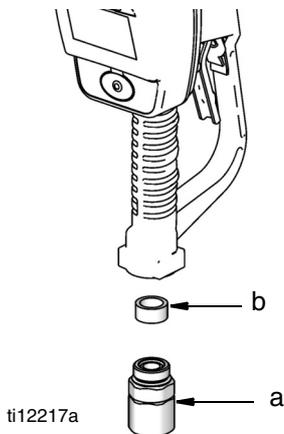

FIG. 2
2. Retire el pivote (a), el separador (b) y la junta tórica (c) del contador (FIG. 2). Reinstale en separador (b).